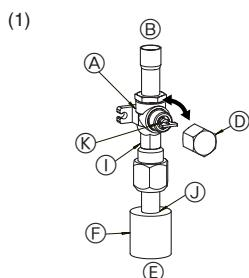
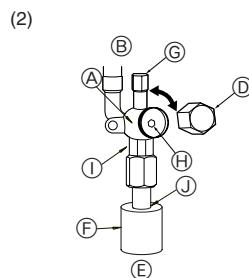

Fig. 4-5
Fig. 4-6
#### (1) Gassidan på P71-140 (Fig. 4-5)
- ① Ta bort locket, dra handtaget mot dig och vrid motors 1/4 varv för att öppna.
- ② Kontrollera att stoppventilen är helt öppen, tryck in handtaget och skruva på locket igen.
#### (2) Vätskesida på P71-140 (Fig. 4-6)
- ① Ta bort kåpan och vrid ventilstängen motsols så långt det går med en 4 mm sexkantsnyckel. Sluta när den når stoppet.